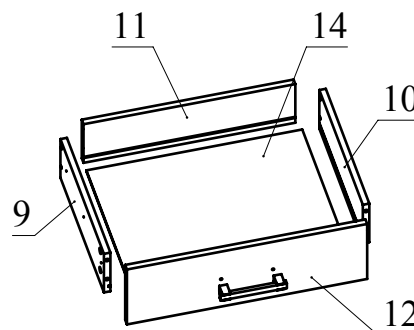

Рис.6
- Скрепите при помощи конфирматов детали 9, 10 с деталью 11. Вставьте в паз дно ящика 14 из ДВП (Рис. 6).
- Установите фасад ящика 12 и зафиксируйте, повернув конфирматным ключом головки минификсов по часовой стрелке до упора (Рис. 6).